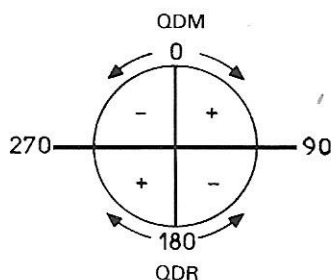

Figure 2
- **la méthode des 4 quadrants** : c'est un moyen visuel de faciliter le calcul (figure 2). Puisque le gisement est l'angle par rapport à l'axe longitudinal, l'angle sera toujours compté à partir de celui-ci, c'est à dire à partir du N lorsque l'aiguille est en avant de la ligne 90/270, du S lorsqu'elle est en arrière. Lorsque la visualisation est dans le sens horaire, le gisement est "+". Il est "-" en sens contraire. Ainsi le gisement 330 devient -30, le gisement 240 devient +60, ...etc.